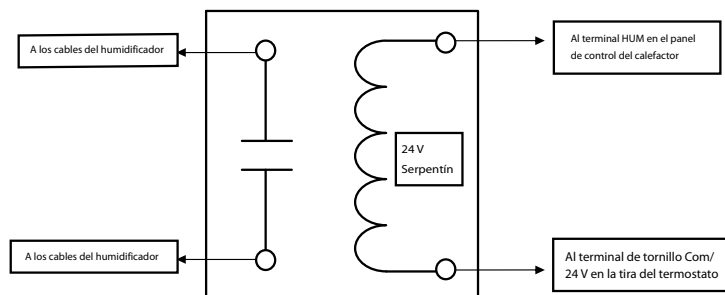

Fig. 38 – Relé de aislamiento, no incluido, para humidificadores con suministro eléctrico interno
### Accesorios (Consulte Fig. 39 y Fig. 38).
**NOTA:** Si el humidificador tiene su propia fuente de alimentación de 24 V CA, puede ser necesario un relé de aislamiento. Conecte el serpentín de 24 VCA del relé de aislamiento al terminal HUM y al tornillo COM/24 V en la tira del termostato de la placa de control. Consulte la Fig. 38.